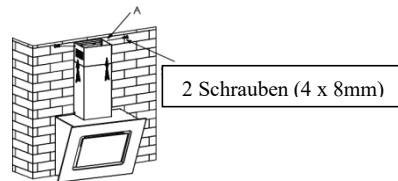

Abb. 8
9. Ziehen Sie den Innenteil des Schachts nach oben und befestigen Sie diesen mit zwei Schrauben (4 mm x 8 mm) an Platte II (siehe Abb. 8).